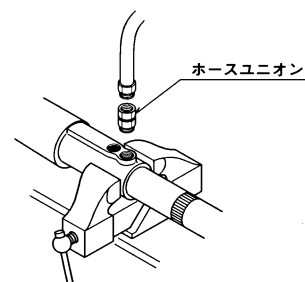

Fig.1
- 2) ポンプをバイスに固定して吐出口にあらかじめ用意した液材ホースを接続してください。このとき、ポンプ・ホースの間にホースユニオンを購入して取り付けることをお勧めします。(Fig.1)